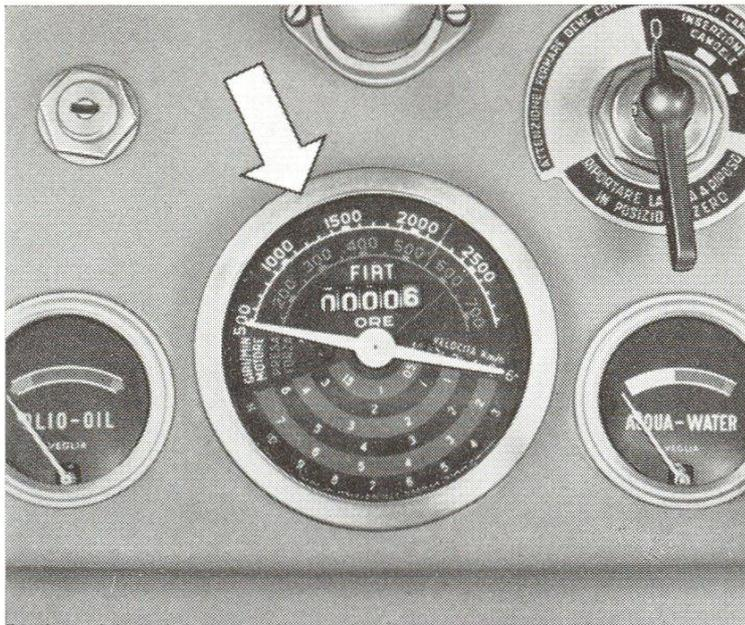

Fig. 7. - Horotachymètre.
15. Horotachymètre (voir fig. 7): l'aiguille du compteur indique dans la plage supérieure du cadran les tours/min du moteur et de la prise de force, et, dans la plage inférieure, la vitesse en km/h aux différentes combinaisons de la boîte. La ligne verte sur les échelles du compte-tours indique le régime de puissance maxi du moteur; la ligne rouge indique la vitesse unifiée de la prise de force (540 à 550 t/min, correspondant à 2160-2200 t/min du moteur).